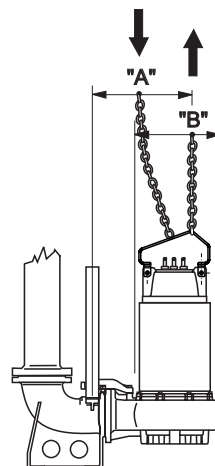

Fig. 2
- 1.5. - Desejando extrair a electrobomba do seu alojamento, primeiro é necessário desligar os cabos eléctricos do quadro de comando e proceder à elevação seguindo as instruções fornecidas na pág. 81 (Fig.2). Lave o exterior e o interior da electrobomba com um jacto de água para remover todos os possíveis resíduos do líquido bombeado, lembrando-se sempre de utilizar óculos de segurança, luvas de borracha, máscara e avental impermeável.